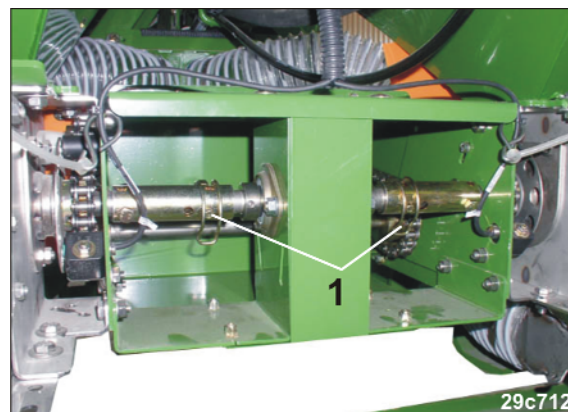

Рис. 193
3. Удалите один из двух пружинных фиксаторов (Рис. 193/1).